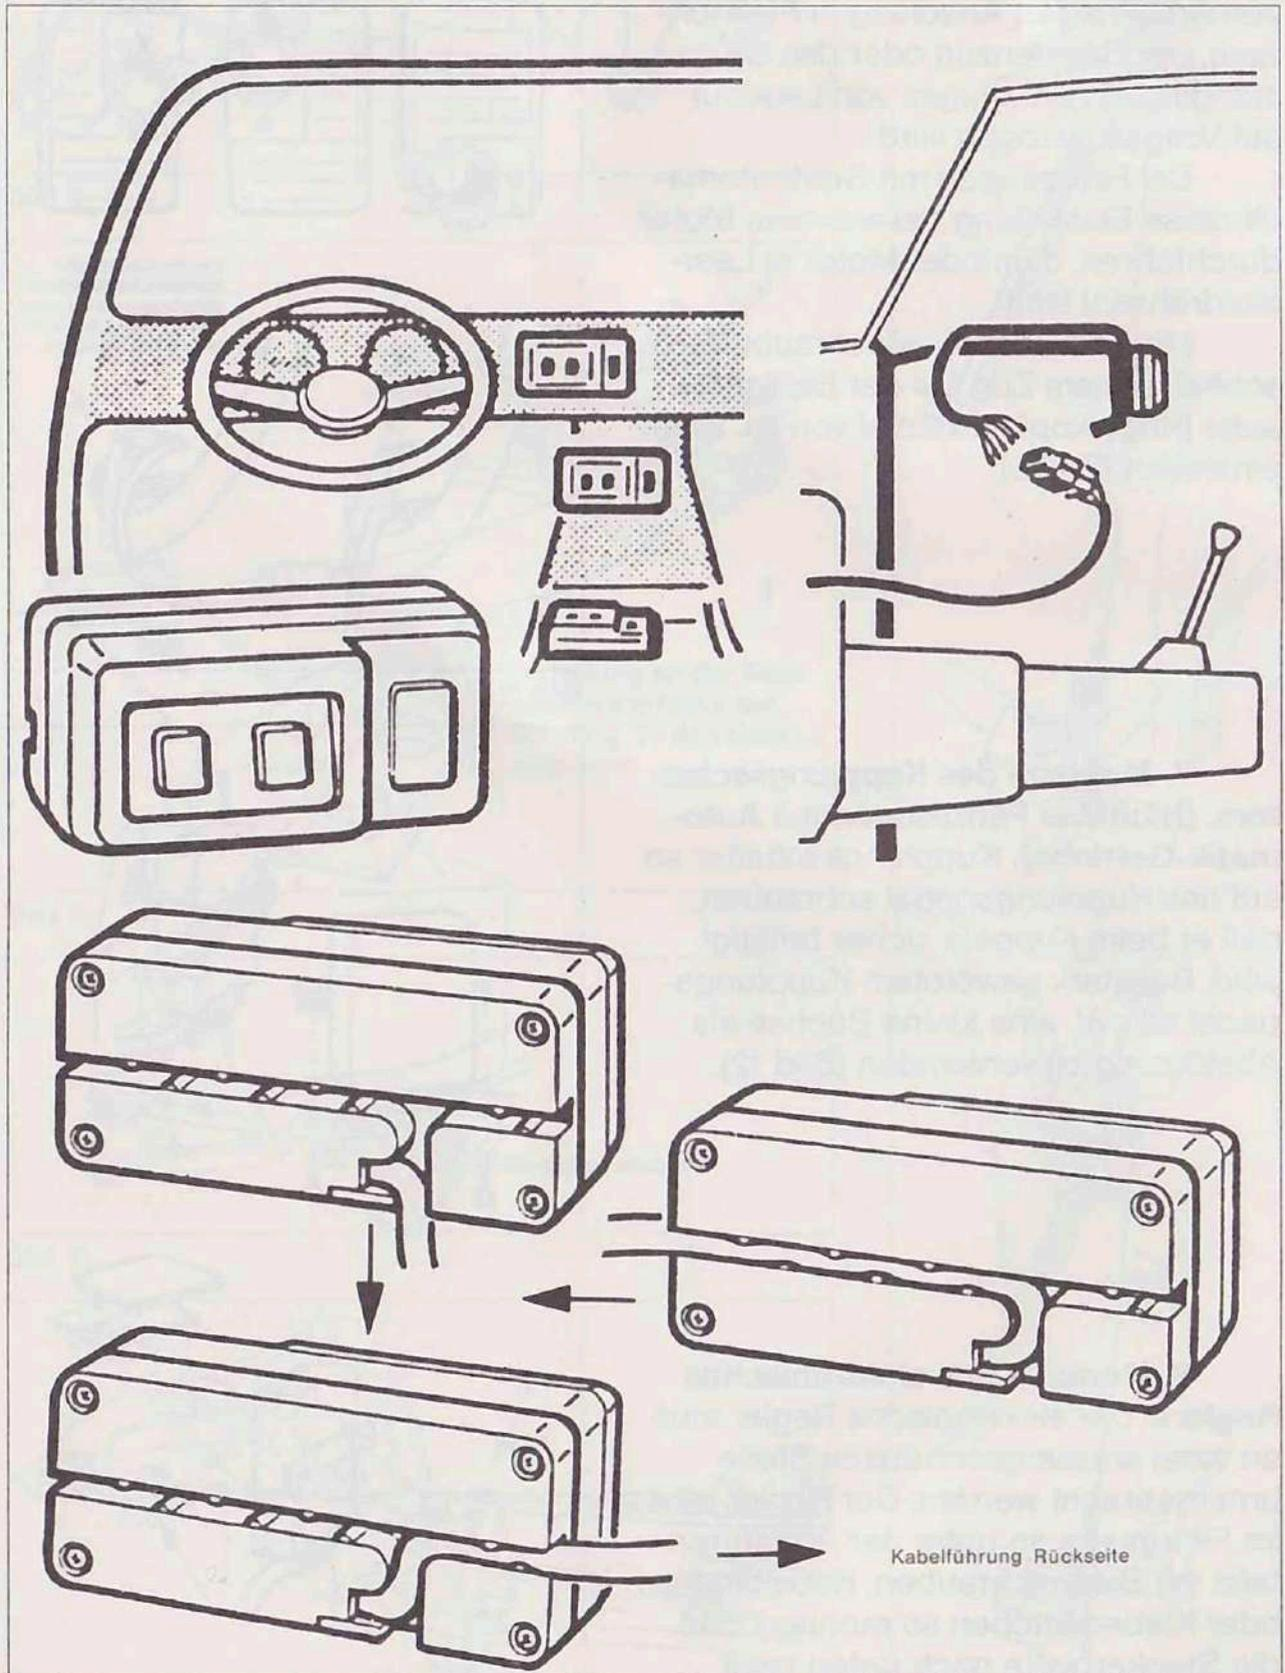

Bild 14
**9. Montage der Bedieneinheit.** Die Bedieneinheit ist so anzubringen, daß der Fahrer sie gut erreichen kann. Sie wird auf einer gesäuberten fettfreien Stelle mit Klebeplättchen befestigt. Das Kabel der Bedieneinheit ist entsprechend der Montagestelle individuell zum Regler zu führen (Bild 14).